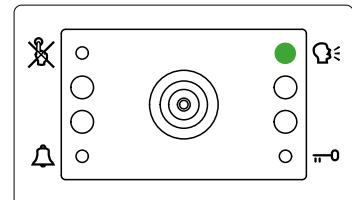

Fig. 6 Apertura della porta
- Se l'utente chiamato apre la porta, il LED verde  (Fig. 6) si accende per il tempo di apertura porta programmato.